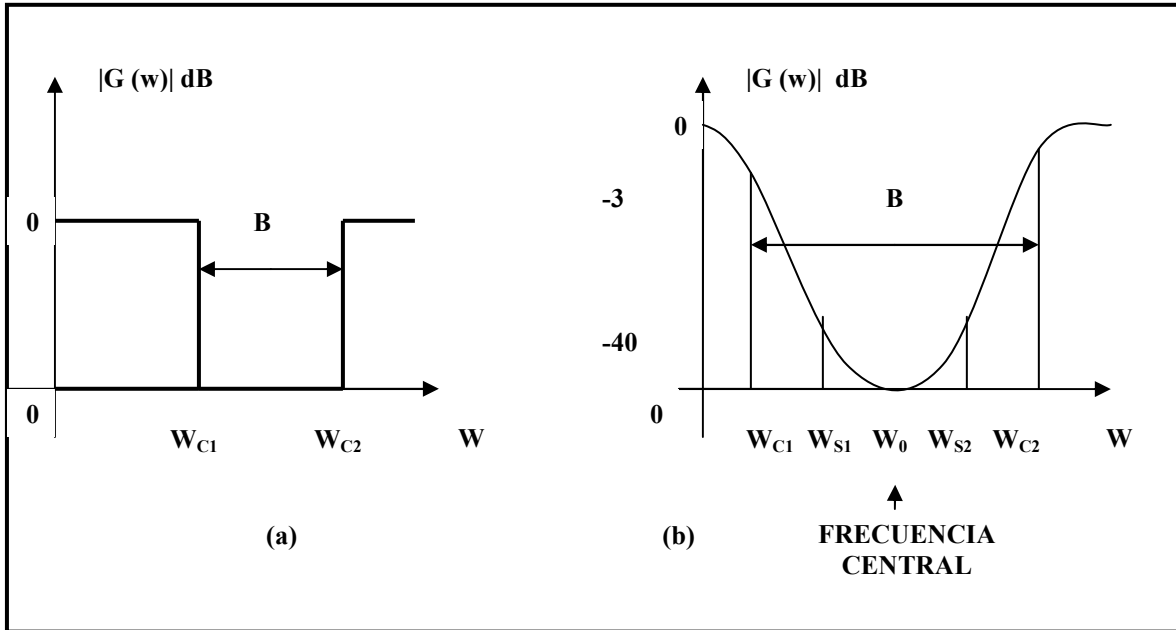

FIGURA 1.1.14 Filtro supresor de banda. (a) Gráfica ideal; (b) Gráfica real.
- **Supresor de banda:** Es lo contrario al filtro pasa banda, pues éste no permite el paso de un intervalo de frecuencias contenidas por una frecuencia de corte superior y una inferior ($W_{C1} \leq B \leq W_{C2}$). Esta representado en la figura 1.1.14: